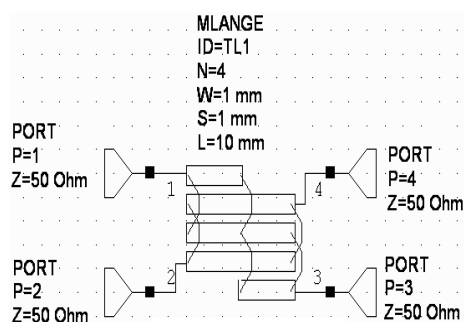

Рис. 3.34
4. Щёлкните мышкой по значку **Port** на панели инструментов и подключите порт к плечу **1** элемента **MLANGE**. Аналогично подключите порт к плечу **2**. Затем подключите порты к плечам **3** и **4**, два раза щёлкая мышкой, чтобы развернуть эти порты на 180 градусов. Полученная схема показана на рис. 3.34.